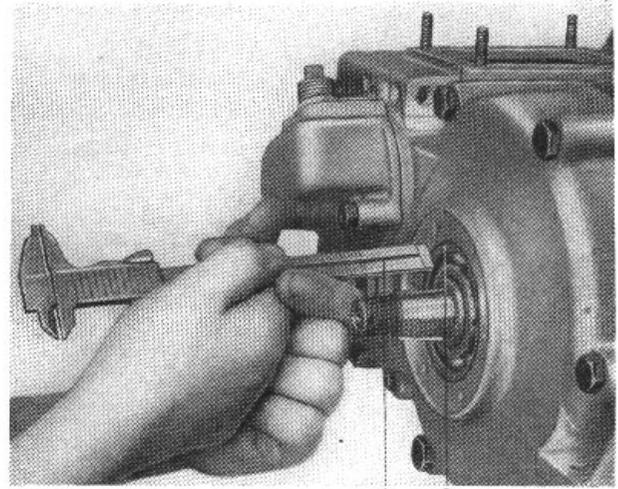

Bild G 34. Dicke der Ausgleichscheibe ermitteln
(1) Tiefenlehre, (2) äußerer Kugellagererring
18. Nach dem Ausfluchten des Antriebsrades zum Zahnkranz ist mit Tiefenlehre (34/1) die Dicke der zu verwendenden Ausgleichscheiben zu ermitteln (Bild G 34).